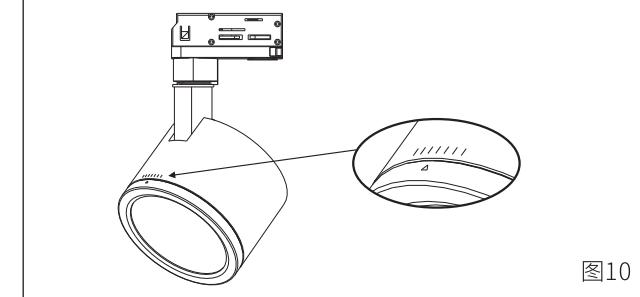

图10
- 3.请将面环顺时针旋转与灯体旋紧，面环上的三角形标识需与灯体上的对位线居中对齐（图10）。